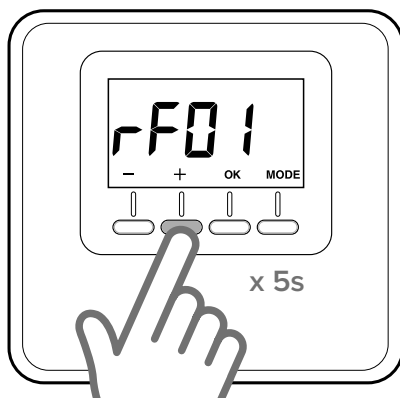

Fig. 6
- Pulsar nuevamente la tecla “+” 5 segundos para acceder a los parámetros técnicos. El display muestra el parámetro “rF01” (Fig. 6)